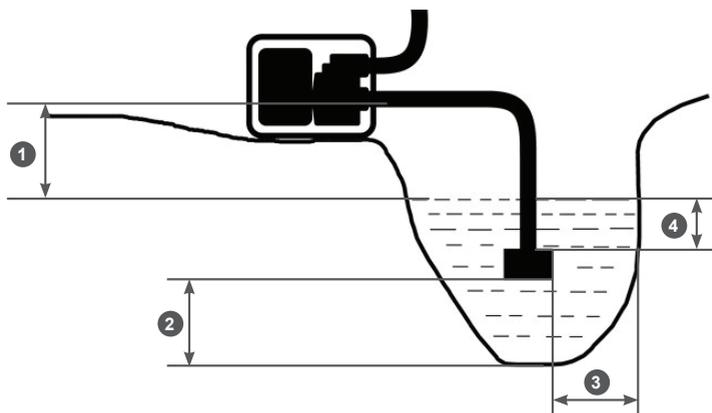

Рис. 11 Расположение мотопомпы и всасывающего фильтра
всасывающий рукав с установленным фильтром в водоем (емкость), обеспечив вертикальное положение фильтра. При расположении всасывающего рукава с установленным фильтром соблюдайте все требования, указанные на Рис. 11.
2. Необходимо установить мотопомпу как можно ближе к источнику воды. Чем меньше высота расположения мотопомпы по отношению к уровню забора воды (Рис. 11 п. 1), тем быстрее происходит всасывание воды и выше производительность насоса.
Не превышайте высоту расположения мотопомпы по отношению к уровню забора воды (Рис. 11 п. 1).
4. В процессе выкачивания воды из водоема (емкости) уровень воды в водоеме будет естественным образом понижаться. Если требуемые расстояния (Рис. 11 пп. 2, 3, 4) между всасывающим фильтром и стенками, и дном водоема не соблюдаются, выкачивание воды следует прекратить.